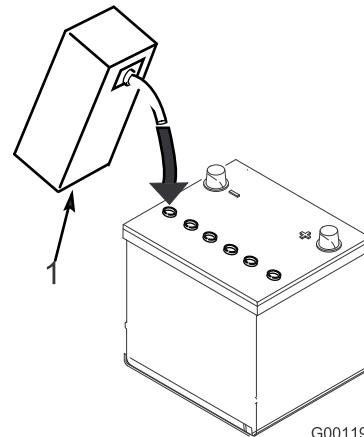

図 4
3. 各セルの電極板が液面下 6 mm程度に水没するまで、電解液を慎重に入れる **図 4**。
4. 電極板が液を吸収するまで20-30分間程度待つ。必要に応じて、電極板が 6mm程度水没するぐらいに電解液を補充する **図 4**。